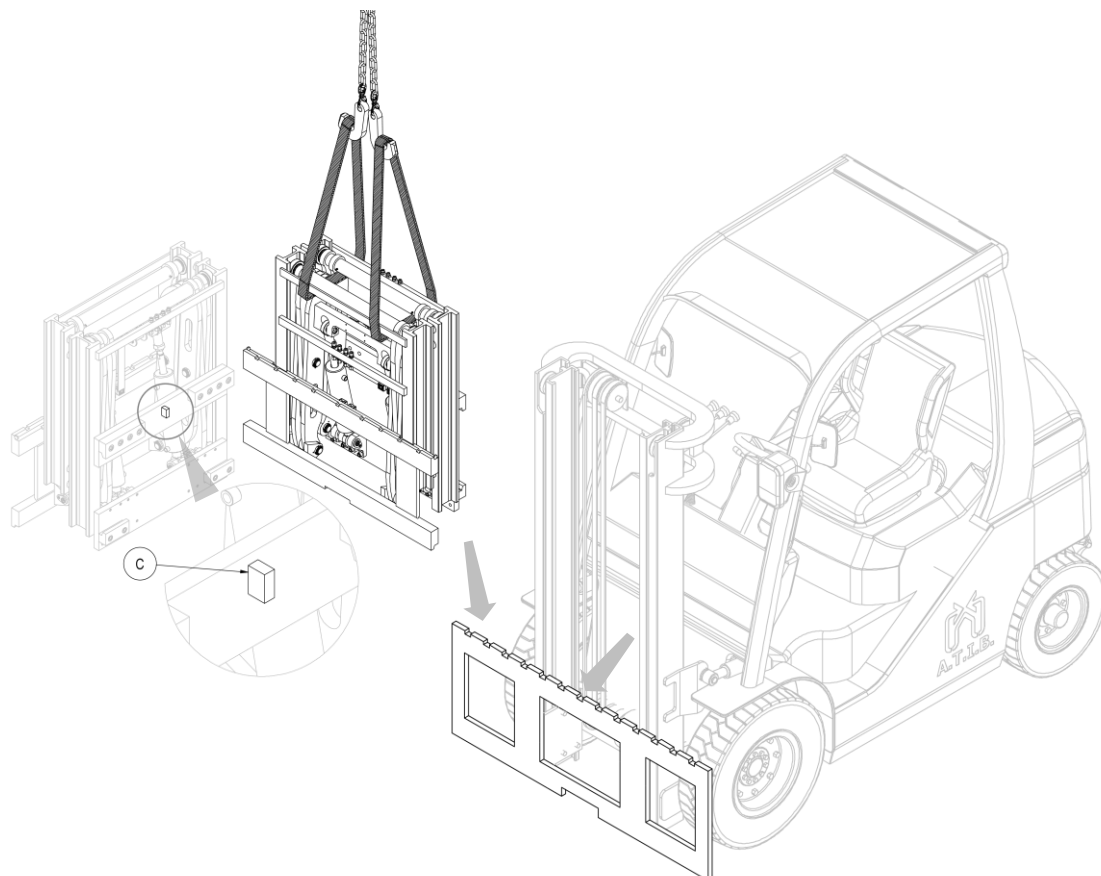

Figura 3
6. Enganche el implemento desde el punto de agarre superior con un puente grúa colóquelo en la placa porta horquillas, teniendo cuidado de encajar el diente de centrado **C** en la muesca central de la placa (mira *Figura 3*).
4. Levante el implemento y retírelo de la carretilla (mira *Figura 3* a pag.10).